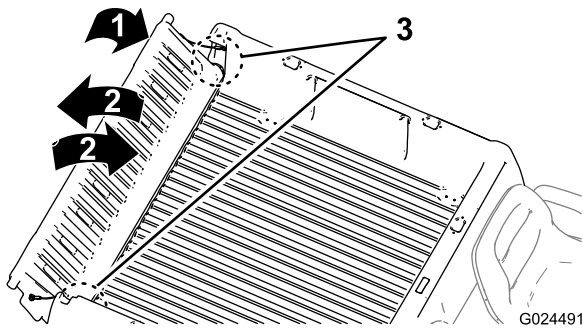

Figura 14
2. Abra la compuerta trasera a un ángulo de 45° aproximadamente (Figura 14).
- Mueva el portón trasero varias veces hacia adelante y hacia atrás, con breves sacudidas (Figura 14).